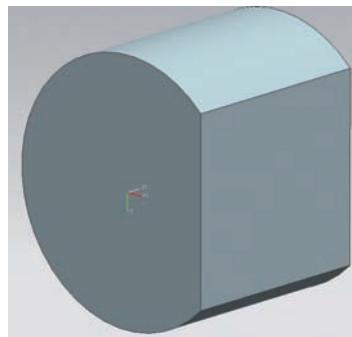

图 4
④校正并夹紧工件，车端面至划线处，得到正方体工件的第三面（见图4）。同理，车第三面的对面。调头装夹，校正并夹紧工件，车端面，保证总长35mm